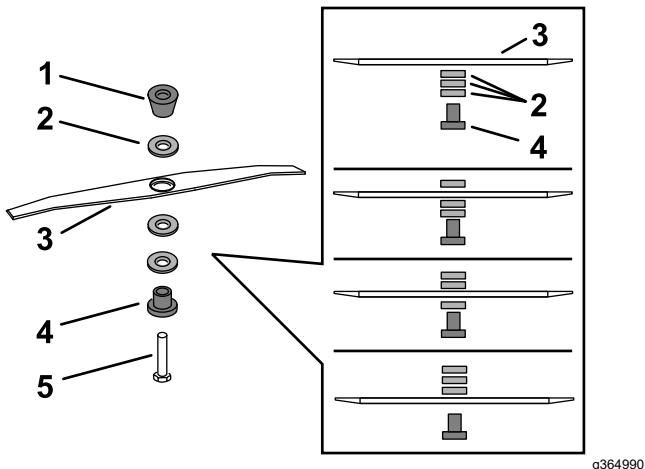

Figura 29
- Utilize a chave fornecida com a máquina para remover a lâmina rodando o parafuso da lâmina no sentido contrário ao dos ponteiros do relógio (Figura 29).